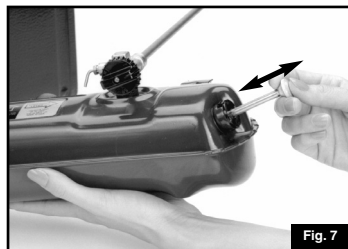

Fig. 7
- Coloque el dedo pulgar sobre el orificio de la perilla de la bomba y bombee aproximadamente 30 veces. (Fig. 7)